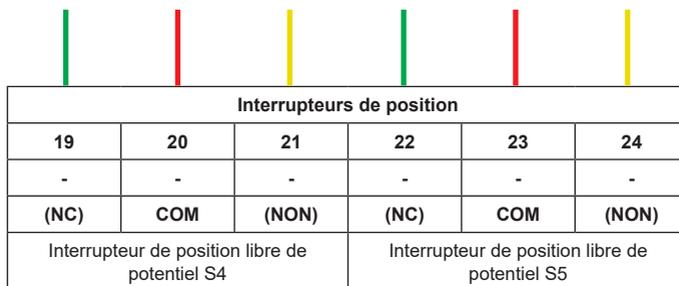

Fig. 11 Schéma des bornes de l'interrupteur de course auxiliaire
- Configurez et connectez les interrupteurs au système de contrôle comme indiqué dans la Figure 11 Schéma des bornes de l'interrupteur de course auxiliaire.
- Connectez le faisceau de câbles de l'interrupteur S4 aux bornes 19-21, et l'interrupteur S5 aux bornes 22-24 comme indiqué dans la figure 11 Schéma des bornes de l'interrupteur de course auxiliaire.
- La configuration des interrupteurs au système de contrôle est également illustrée à la Figure 11 Schéma des bornes de l'interrupteur de course auxiliaire.